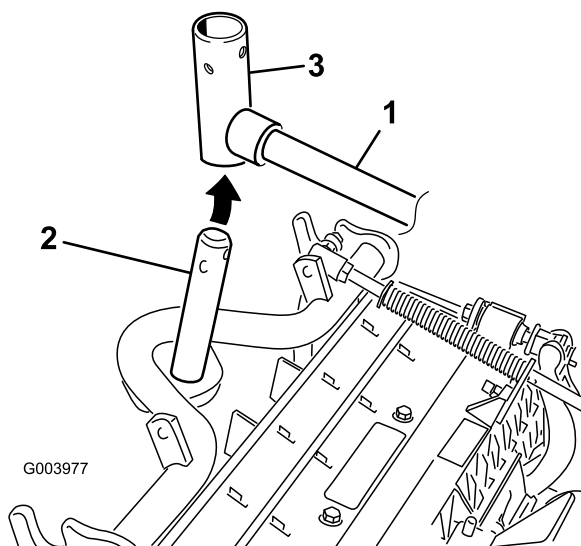

Рисунок 7
7. При установке передних режущих блоков передвиньте режущий блок под подъемным рычагом, одновременно вставляя вал несущей рамы вверх в вилку оси поворота подъемного рычага (Рисунок 7).
- В. Вставьте вилку подъемного рычага в вал несущей рамы (Рисунок 7).